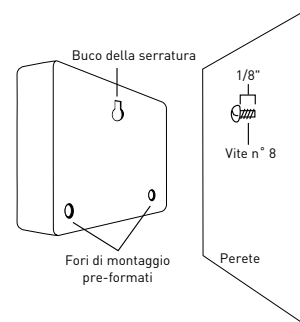

Figura 2: Fissate il timer alla parete utilizzando la fessura a forma di buco della serratura
- Inserire il timer sulla vite che sporge (usando la fessura a forma di buco della serratura che si trova nella parte posteriore del timer). Vedi figura 2
- Avvitare una vite n°8 in uno dei due fori pre-forati situati negli angoli inferiori della scatola. Vedi figura 2